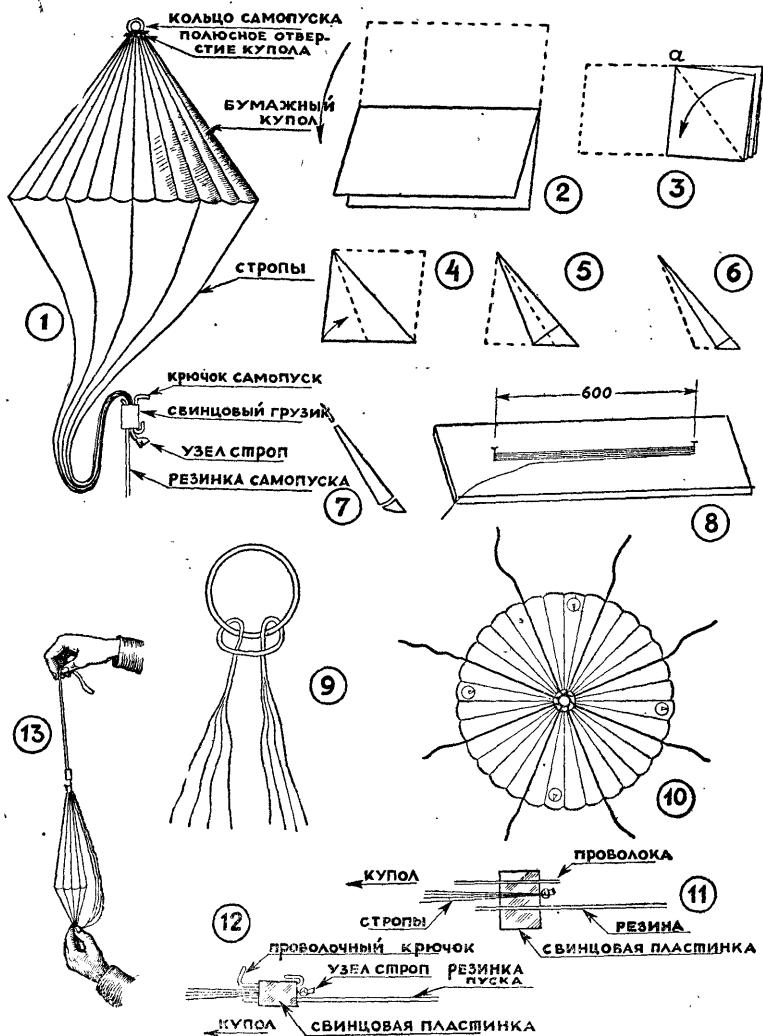

Рис. 4. Изготовление модели парашюта.
Теперь приступайте к изготовлению парашюта (рис. 4, 1). Лист папиросной бумаги (или другой тонкой) обрежьте так, чтобы из него получился правильный квадрат размером 50 на 50 см. Из этого листа делают основную часть парашюта — купол. Делайте его так:
**первое складывание:** квадратный лист бумаги сложите пополам (рис. 4, 2). По складочке проведите ногтем, но так, чтобы не порвать тонкой бумаги;
**второе складывание:** сдвоенный листок сложите вновь пополам так, чтобы получился квадрат (рис. 4, 3).
**третье складывание:** квадратный листок, сложенный вчетверо, теперь сложите по линии, идущей от угла «а» к противоположному по диагонали, показанной на рисунке пунктирной линией (рис. 4, 3);
**четвертое складывание:** получившийся треугольник (рис. 4, 4) сложите пополам по углу «а», как показано пунктирной линией.
**пятое складывание:** получившуюся остроконечную стрелку (рис. 4, 5) в последний раз согните по пунктиру (рис. 4, 6).
Вершинку сложенного купола отрежьте ножницами на расстоянии 15 мм от вершины угла «а», противоположную (широкую) часть его обрежьте полукругом, но так, чтобы захватить края всех лепестков (рис. 4, 7).
Проведите аккуратно несколько раз ногтем по складкам, но купола пока не разворачивайте. Прежде чем его развернуть, приготовьте стропы из катушечных или других тонких и прочных ниток. Для этого на расстоянии 60 см друг от друга вбейте два гвоздика в какую-нибудь доску или палку (рис. 4, 8). На эти гвоздики нужно восемь раз намотать нитку. У того гвоздика, где было привязано начало нитки, должен оказаться ее конец. Не снимая нитки с гвоздиков, изготовьте маленькое проволочное колечко из канцелярской скрепки или другой какой-либо мягкой проволоки. Диаметр отверстия колечка должен быть 5—8 миллиметров. Теперь у того гвоздика, где находятся
начало и конец нитки, разрежьте весь пучок, придерживая противоположную его сторону, чтобы нитки не спутались. Тот конец пучка, где окажется восемь обрезанных концов, оставьте свободным, а в противоположный конец пучка строп с двойными нитками вяжите изготовленное вами проволочное колечко (рис. 4, 9).
Когда стропы с колечком будут готовы, разверните купол и аккуратно, чтобы не порвать бумаги, прикрепите его несколькими кнопками в растянутом положении к ровному столу или доске (рис. 4, 10).
В центре этого отверстия положите маленькое проволочное колечко строп и прочно прикрепите его к столу, а восемь ниточных строп разложите так, чтобы они легли через каждые четыре складки купола (рис. 4, 10). Приподнимите каждую стропу, смажьте ее не густо клеем и вновь приложите к складке. Таким образом склейте все стропы с куполом. Следите, чтобы капли клея не попадали на купол, а случайно попавшие сразу же уберите. Дайте хорошо просохнуть клею и только после этого приступайте к дальнейшей сборке модели. Убедившись в том, что ни купол, ни стропы нигде не приклеились к столу, открепите все кнопки. Правой рукой приподнимите за колечко купол со стропами вверх, а левой — расправьте складки купола и стропы вниз.
Теперь плотно сверните свинцовую пластинку так, чтобы она скрепила стропы, резинку и проволоку вместе. Плоскогубцами или другими щипцами обожмите свинец сверху. Нижнюю часть проволоки отогните и плотно прижмите к свинцу. Верхнюю часть проволоки согните положим крючком (рис. 4, 12).
Запуск модели производится так: правой рукой возьмите за колечко, левой рукой расправьте купол и стропы вниз. Той же левой рукой сожмите стропы сразу под широкой частью купола. Правой рукой проденьте крючок свинцового грузика в проволочное колечко в верхней части купола. Осторожно возьмитесь правой рукой за конец резинки так, чтобы крючок не выпал из кольца. Растяните резинку и, как из рогатки, выстрелите парашютик вверх (рис. 4, 13).